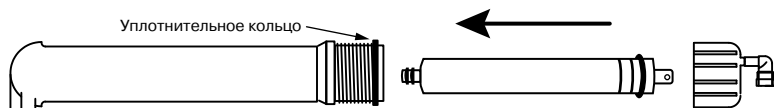

Рис. 16
1. Установите префильтр(ы). Первый префильтр (маркировка на колбе PREFILTER) уже установлен во всех моделях. В во вторую колбу (маркировка CARBON) установите угольный картридж. В третью ступень (SEDIMENT) установите механический префильтр. Картриджи, соответствующие ступеням очистки для каждой модели фильтров, перечислены в таблице на стр. 18 . Для установки картриджа необходимо раскрутить колбу при помощи ключа (10). Аккуратно снимите защитную пленку с картриджа и установите его в колбу. Обратите внимание на маркировку “THIS END NEXT TO VESSEL THREADS” на верхней крышке картриджа или на указания на этикетке. Закрутите колбу вручную, без применения ключа, не прикладывая чрезмерных усилий.
2. Установите мембрану. Для этого отсоедините трубку (H) от быстроразъемного коннектора крышки мембраны. Откройте крышку колбы мембраны (маркировка MEMBRANE). Смажьте силиконовой смазкой резиновые уплотнения мембраны. Установите мембрану в корпус согласно **рис. 16**. Смажьте силиконовой смазкой уплотнение крышки колбы мембраны и аккуратно установите его на колбу. Закрутите крышку колбы мембраны и пристыкуйте трубку (H). Следите, чтобы уплотнительное кольцо крышки колбы было установлено на колбе без перекосов.